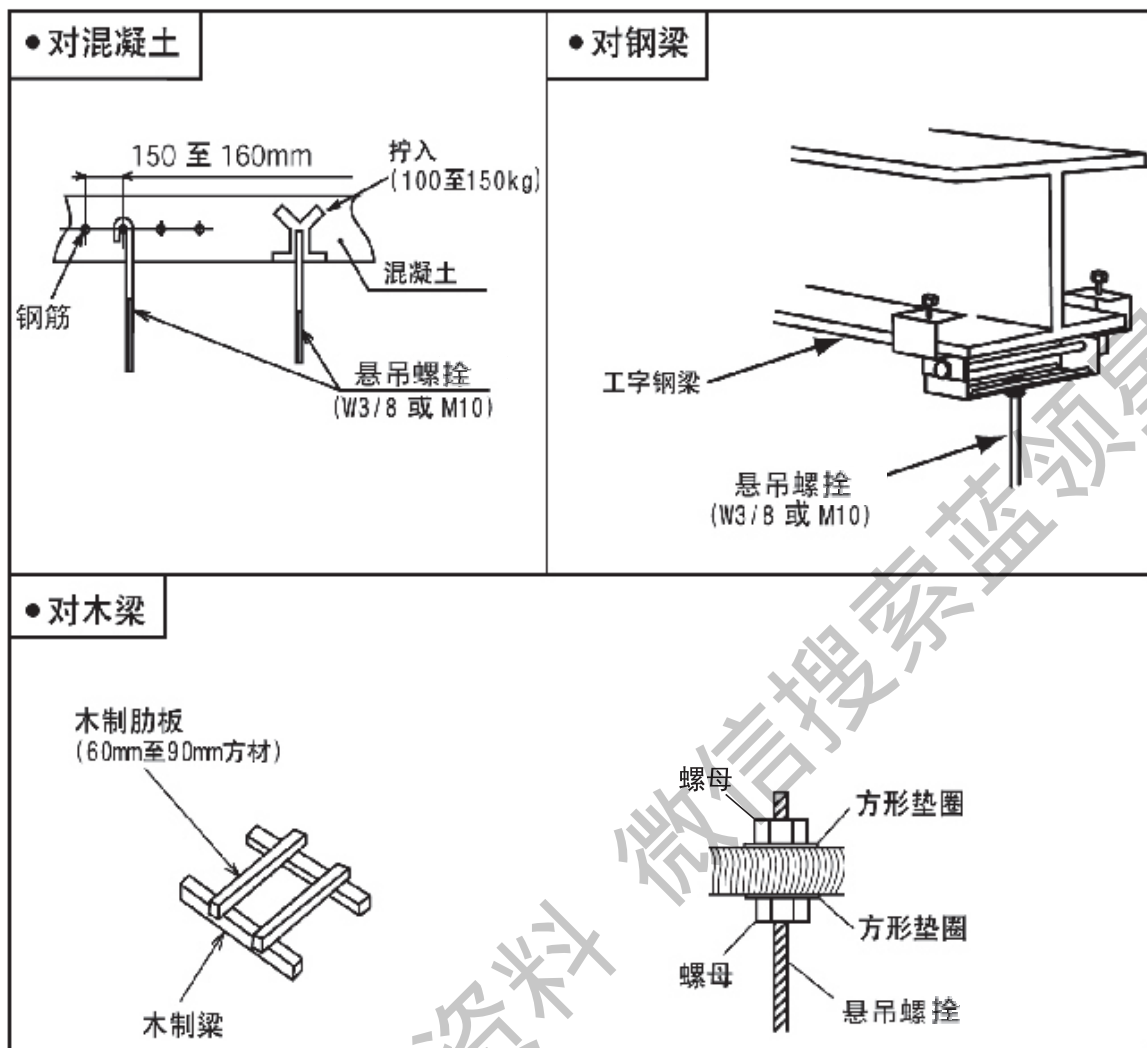

图2 悬吊螺栓的固定
- (1) 仔细考虑走管、配线和维修，选定合适的安装位置和方向。
- (2) 安装悬吊螺栓如下图2所示。